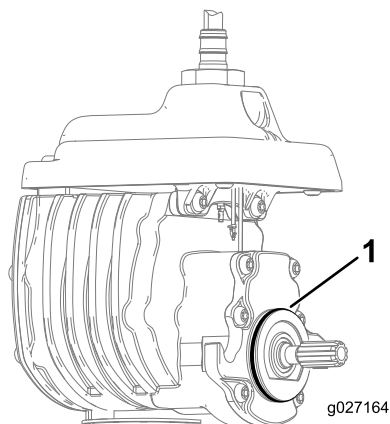

Figure 6
- Posez le joint torique sur le moteur de cylindre (Figure 6).